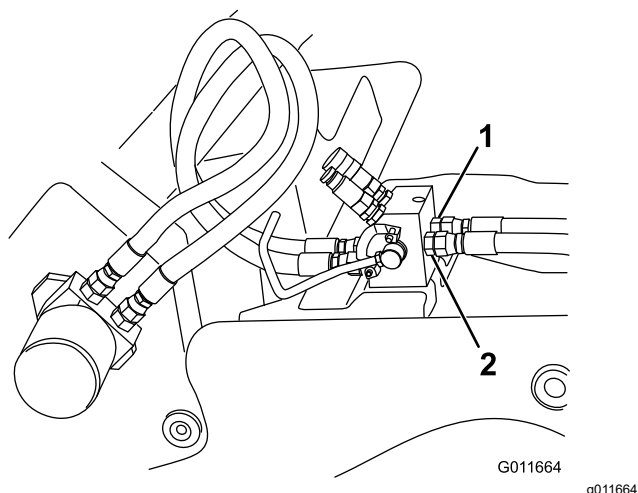

**Figure 19**
3. Branchez l'autre extrémité du flexible gauche sur l'orifice T (orifice droit) au dos du collecteur hydraulique et l'autre extrémité du flexible droit sur l'orifice P (orifice gauche), comme montré à la Figure 19.
5. Décrivez une boucle avec les flexibles en les faisant remonter et en les acheminant de sorte que les raccords libres soient en face des orifices correspondants sur le moteur hydraulique de la trancheuse (Figure 19).